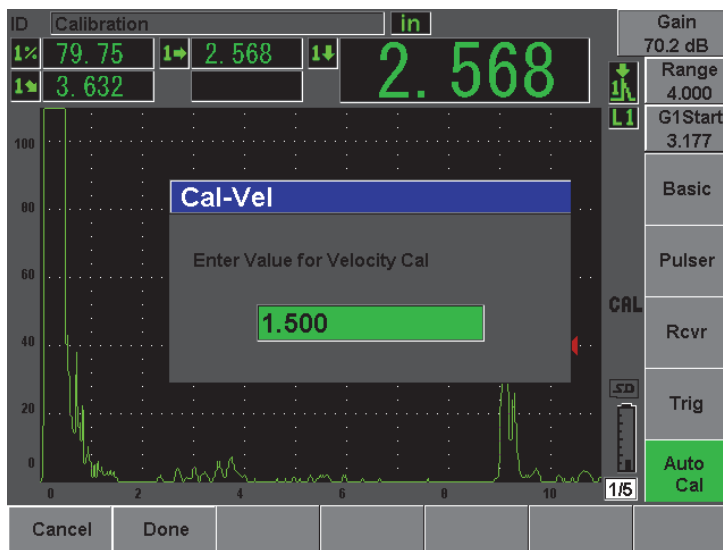

Рис. 10-29 Введение значения глубины для калибровки скорости
10. Как только появится устойчивое значение, выберите **Auto Cal > Cal-Vel** (Автокалибровка - Калибр. скорости). Изображение на экране фиксируется и появляется окно **Cal-Vel** (Калибр.-Скор.). См. Рис. 10-29 на стр. 197.